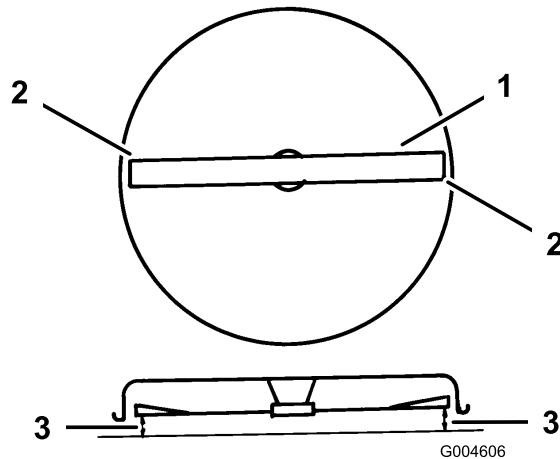

Bild 44
9. Drehen Sie die Schnittmesser vorsichtig von einer Seite zur anderen (Bild 44).
10. Messen Sie den Abstand zwischen den äußeren Schnittkanten und der ebenen Oberfläche (Bild 44). Wenn beide Messwerte nicht innerhalb von 5 mm liegen, ist eine Einstellung erforderlich; siehe Schritte 11 bis 14.